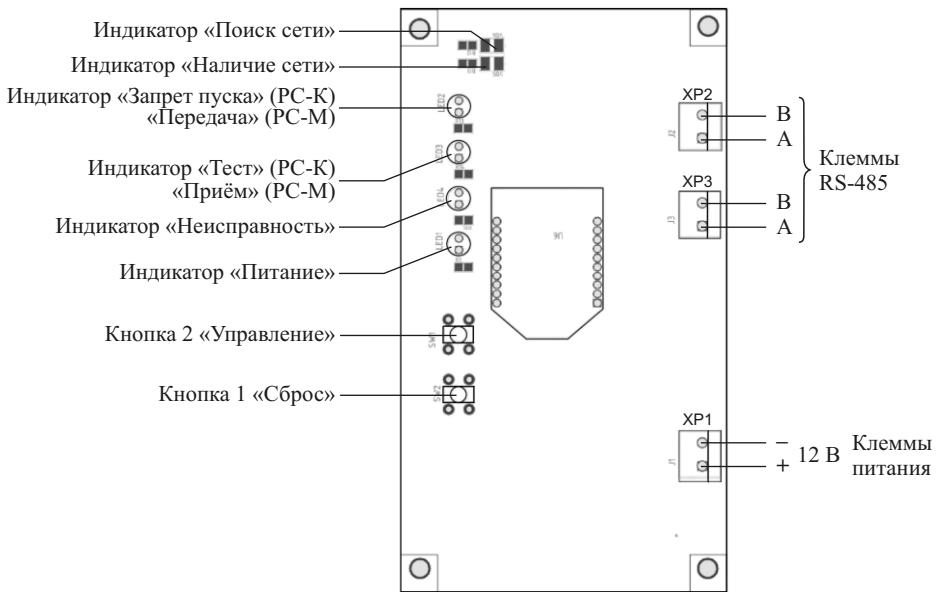

Рис. 6.4. Схема расположения индикаторов, органов управления и клемм для внешних подключений на платах РС-М и РС-К
Схема расположения индикаторов, органов управления и клемм для внешних подключений на платах РС-М и РС-К приведена на рис. 6.4.
Для подключения напряжения питания служит клемма XP1 (см. рис. 6.4). Подключение питания производится с учётом полярности.
Для подключения RS-485 служат клеммы XP2 и XP3 (см. рис. 6.4).
• Для подключения напряжения питания служит клемма XP1 (см. рис. 6.4). Питание подключается с учётом полярности.
• Для подключения RS-485 служат клеммы XP2 и XP3 (см. рис. 6.4).